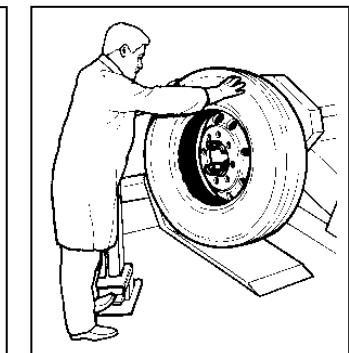

Fig.21
8. Move to the front of the tire and hold it with both hands in the last part of demounting operation to prevent the tire from falling or rolling away out of control (Fig.21).
8. Se placer face au pneu et le retenir des deux mains dans la phase finale du démontage pour éviter qu'il ne tombe ou ne roule de façon incontrôlée (Fig.21)
8. Sich gegenüber vom Reifen aufstellen und diesen in der Endphase der Demontage mit beiden Händen festhalten um zu verhindern, daß der Reifen herunterfällt oder unkontrolliert wegrollt (Abb.21).
1. Liberally lubricate the entire inner surface of the rim and the tire beads. Attach the mounting clamp (Fig.21) to the outer rim flange with the valve at 11 o'clock and the clamp at 12 o'clock.